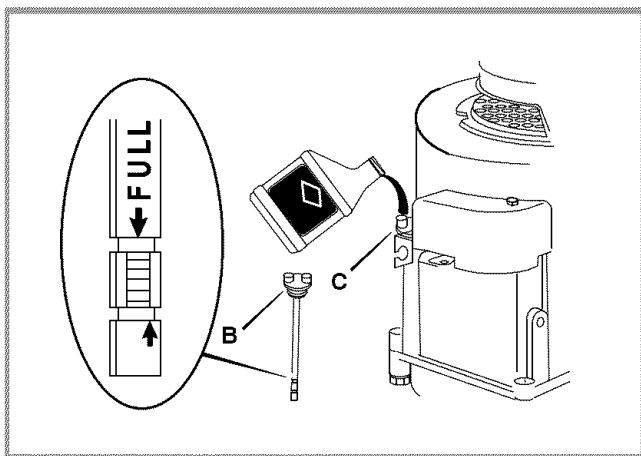

Figura 21: Llenado de aceite
- 9 Antes de verificar el nivel de aceite, espere 2 minutos para que el aceite drene de la boca de llenado de aceite. Luego, coloque la varilla indicadora y verifique el nivel del aceite. Asegúrese de que el aceite esté en la marca FULL (LLENO) que aparece en la varilla indicadora (ver Figura 21). No sobrepase este nivel.